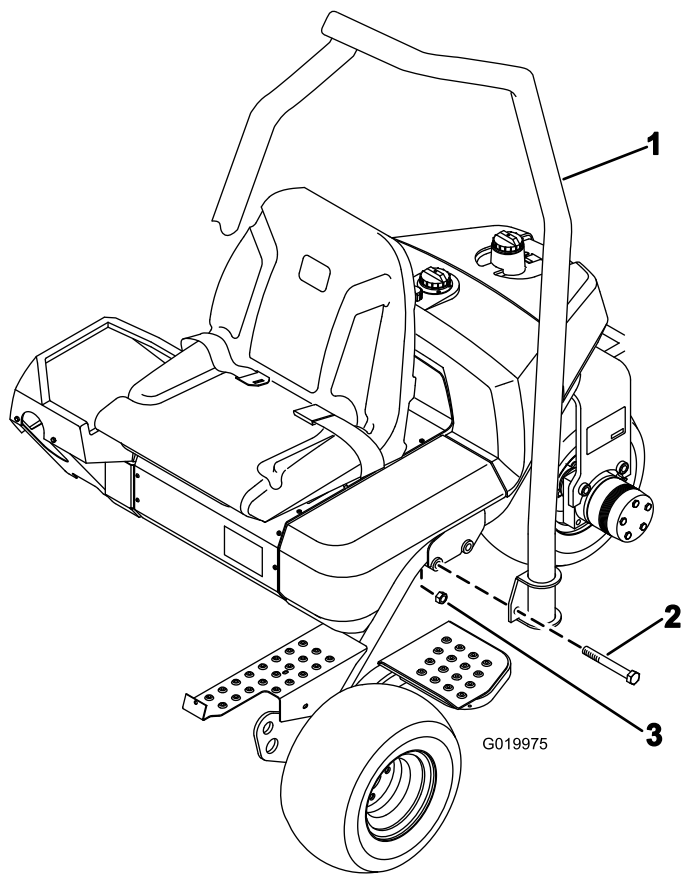

Figura 4
1. Coloque la barra antivuelco de manera que la parte superior del tubo esté curvada hacia la parte delantera de la máquina (Figura 4).
2. Baje la barra antivuelco sobre el bastidor, alineándolo con los taladros de montaje (Figura 4).
3. Sujete cada lado de la barra antivuelco al bastidor con 2 pernos ($\frac{5}{8}$ " x $4\frac{1}{2}$ ") y contratuercas, tal y se muestra en la Figura 4.